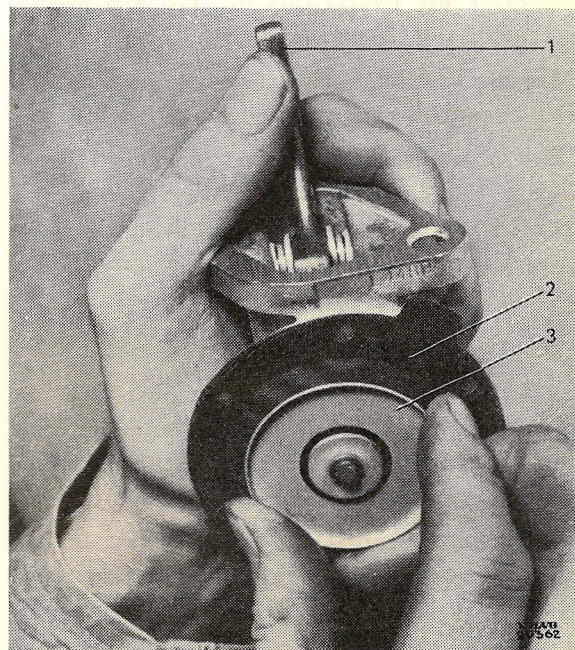

Bild 100.
2. Fatta med vänster hand om underdelen enligt bild 100 och tryck med tummen på vipparmen (1). Med höger hands tumme och pekfinger tryckes brickan (3) in. Vrid där- efter ett kvarts varv och tag bort bricka, membran (2) och dragstång.